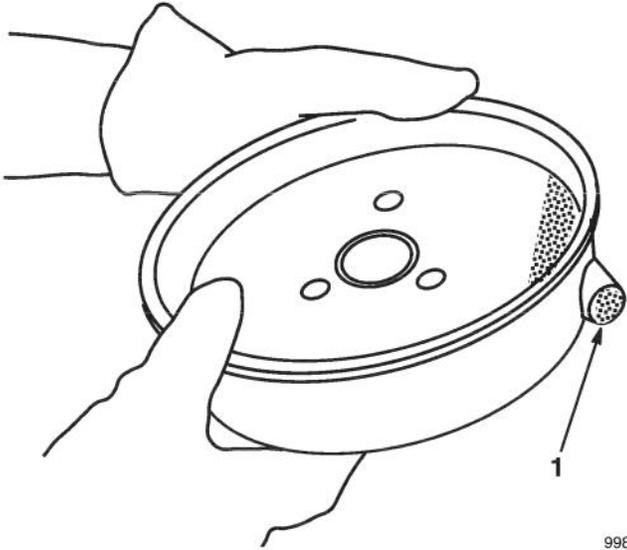

Figure 36
9. Débarrasser le pot d'échappement et son tube des dépôts de carbone à l'aide d'une brosse métallique et d'une cheville en bois (Fig. 36). Essuyer l'échappement à l'aide d'une serviette en papier ou d'un chiffon.